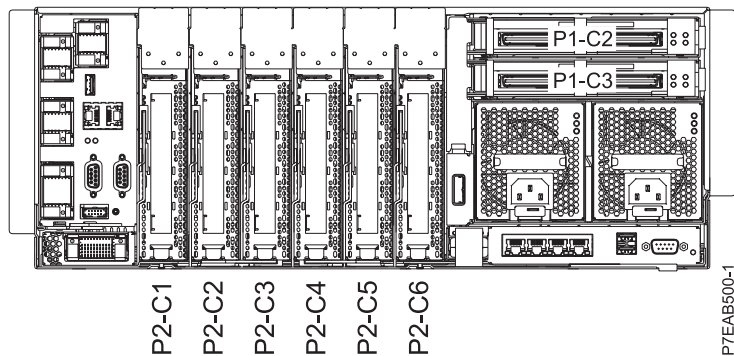

Abbildung 1. Rückansicht des Systems mit Positionscodes
- Die GX-Adapter werden in GX++-Steckplatz P1-C2 oder P1-C3 installiert, der sich auf der Rückseite des Systems befindet. Unter Abb. 1 auf Seite 6 finden Sie die Position der GX-Adaptersteckplätze im System.
- Feature-Code (FC) 1808 (GX++-12X-DDR-IB-Adapter mit zwei Anschlüssen) wird für das System 8412-EAD, 9117-MMB, 9117-MMC, 9117-MMD, 9179-MHB, 9179-MHC oder 9179-MHD unterstützt.